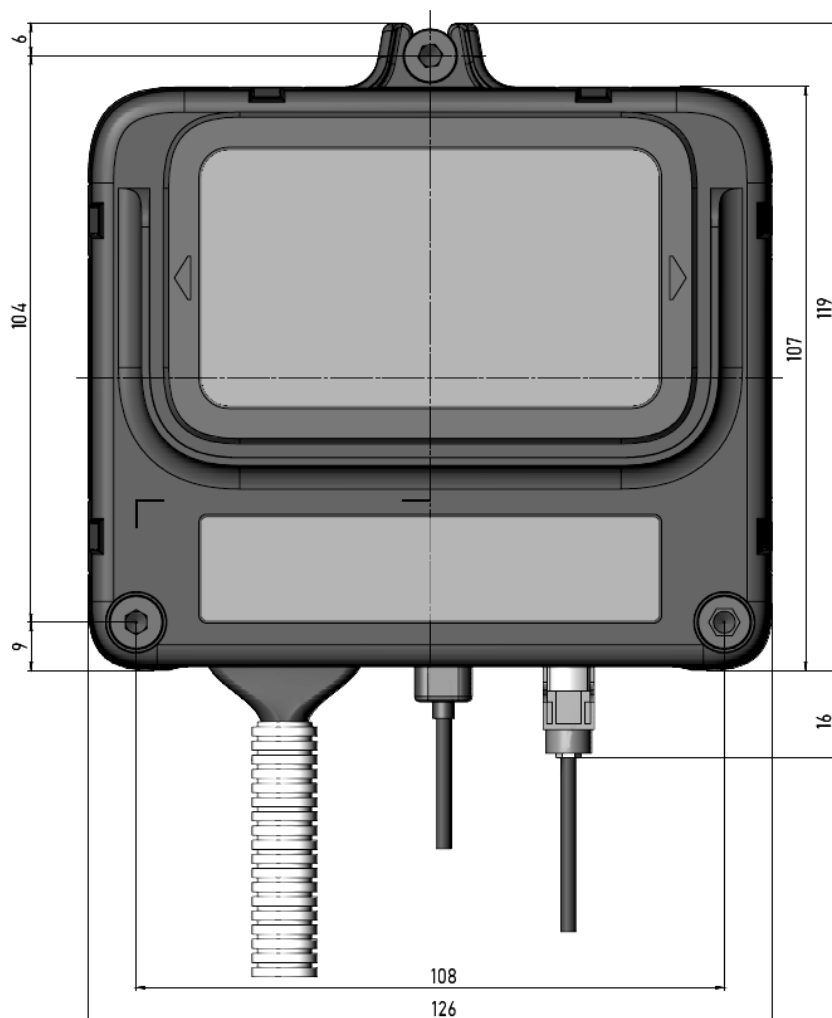

Рисунок 4.1
1. Место установки устройства должно быть выбрано, исходя из его габаритных размеров (рисунок 4.1), а также с учетом обеспечения требуемого пространства для удобного подключения разъемов и открытия отсека АКБ.